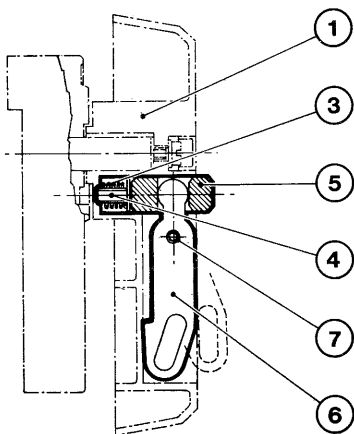

Fig. 21
**9.6.2. Dispositivo di blocco a lucchetti (fig. 21)**
**9.6.2. Padlock device (fig. 21)**